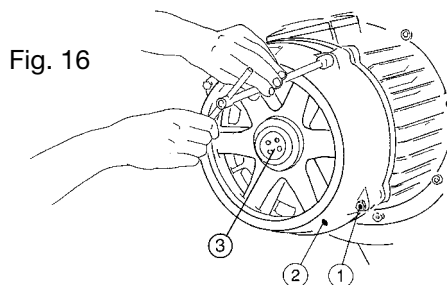

Fig. 16
**Demontering og montering:** kontroller, at der ikke er nogen last, skru skrueerne af pos. 1 (Fig. 16), fjern bremsekammeret pos. 2 (Fig. 16) og fjern justeringsringen på pos. 3 (Fig. 16) bremse med den særlige nøgle (Fig. 17). Ved hjælp af en ekstraktør fjernes bremseventilatoren pos. 4 (Fig. 18). Monter den nye ventilator ved at skubbe den frem med en blyhammer, sæt bremsekammeret på plads igen. 2 (Fig. 16) og skrueerne pos. 1 (Fig. 16), og start derefter justeringen som angivet i kapitlet "Justering af bremseventilatoren" på side 65.